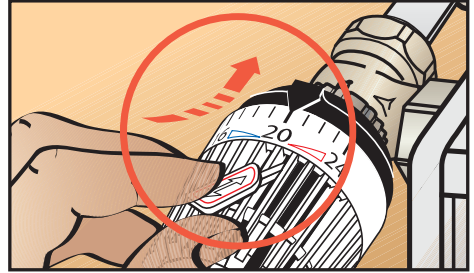

Abb. 8: Sparclip rechts einsetzen
- Den **roten Sparclip** in die Nut **rechts neben 20** einsetzen (Abb. 8).